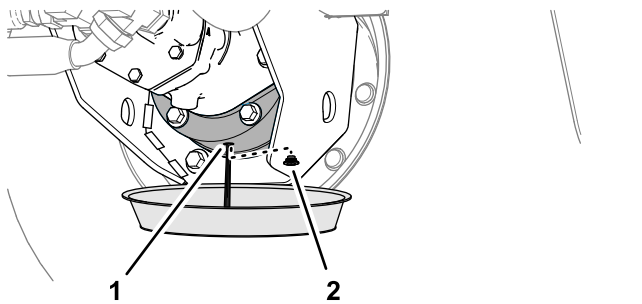

Рисунок 87
6. Установите сливной поддон под корпус тормоза, снимите пробку сливного отверстия и дайте маслу полностью стечь (Рисунок 87).